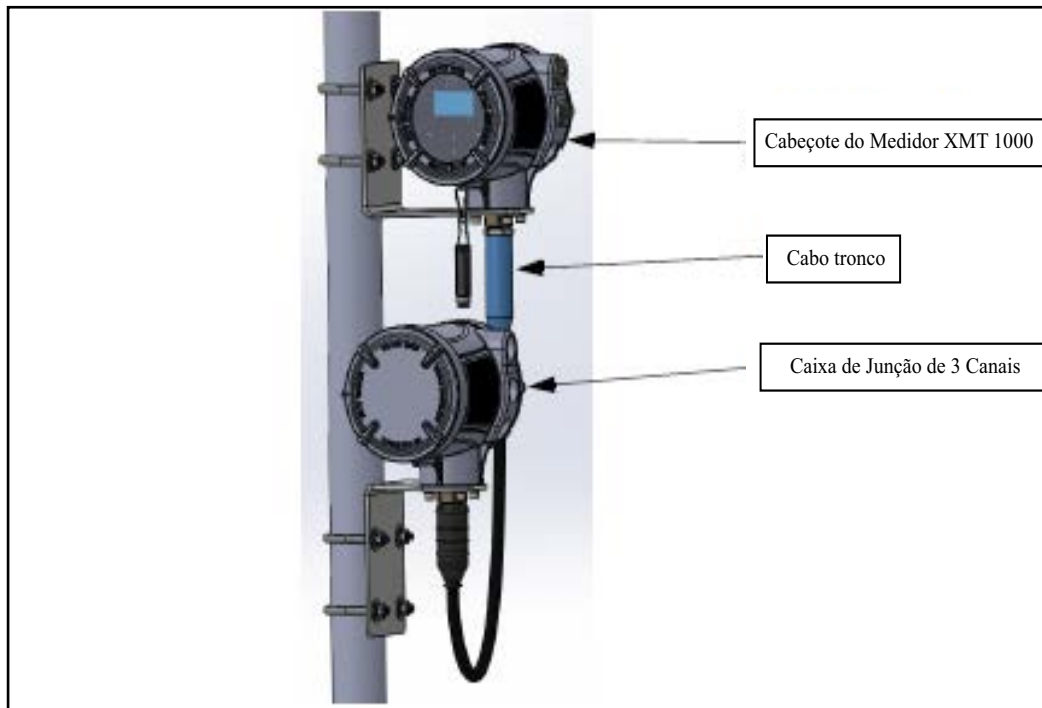

Figura 29: Posicionamento do Cabo Tronco XMT1000
1. Rosqueie a extremidade MCX do cabo tronco de 6 condutores no cabeçote do medidor XMT1000 e a extremidade do conector BNC do cabo na caixa de junção de 3 canais, conforme visto em Figura 29.